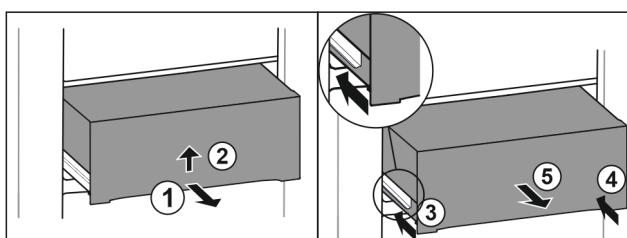

Fig. 50
- Вытяните выдвижной ящик наполовину. Fig. 50 (1)
- Поднимите выдвижной ящик за нижнюю часть. Fig. 50 (2)
- Вставьте левую направляющую. Fig. 50 (3)
- Вставьте правую направляющую. Fig. 50 (4)
- Извлеките выдвижной ящик движением вперед. Fig. 50 (5)